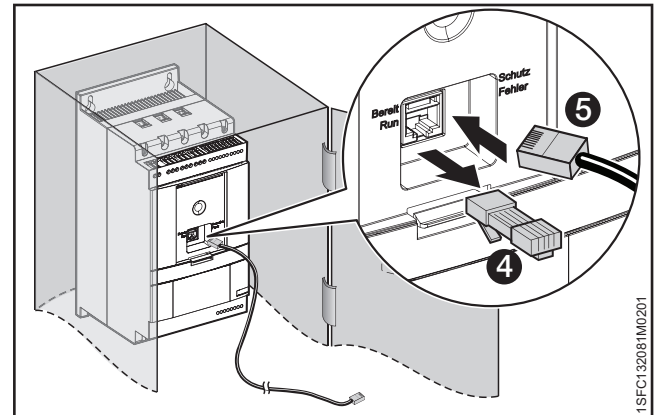

Abbildung 4.10
3. Entfernen Sie den RJ45-Stecker, siehe **4**. Schließen Sie ein Ende des Netzwerkkabels an den Netzwerkanschluss an der Vorderseite des Softstarters an. Siehe **5** in **Abbildung 4.10**.